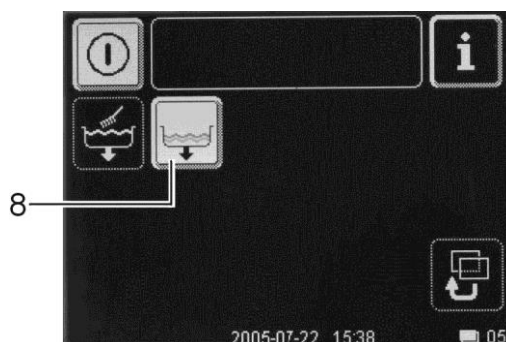

Figura 05
- Toque no botão de comando (7).
- ⇒ A figura 05 é exibida.
- Toque no botão de comando (8).
- Toque no botão de comando (8) se pretender cancelar o procedimento.